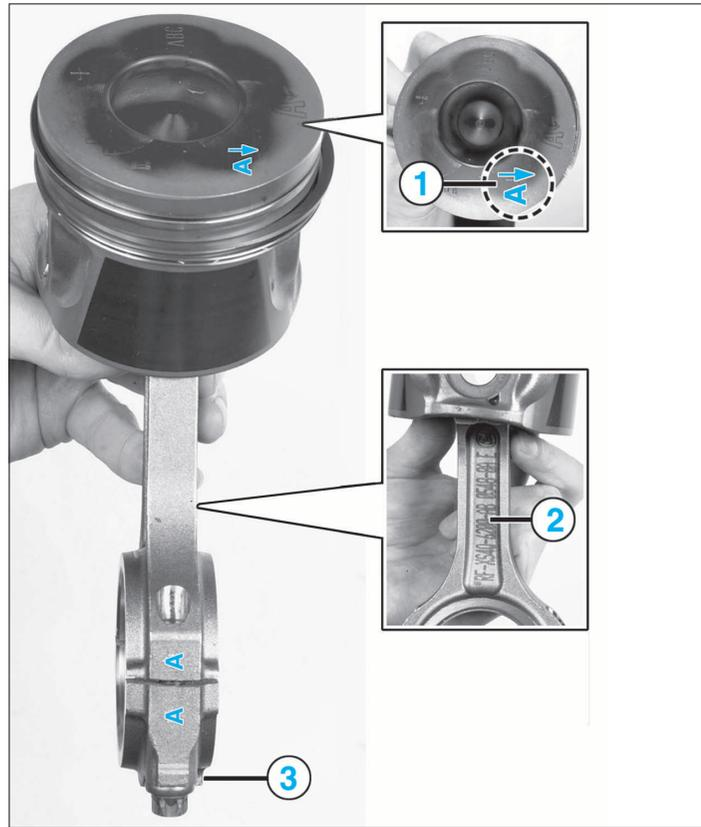

FIG. 47
- Réaliser l'assemblage des ensembles bielle-piston. Positionner du même côté la flèche gravée sur la tête de piston (1), à côté du repère de classe, avec la référence de la bielle (2) et le bossage carré du chapeau (3) (Fig.47). L'ensemble doit être dirigé vers la distribution.